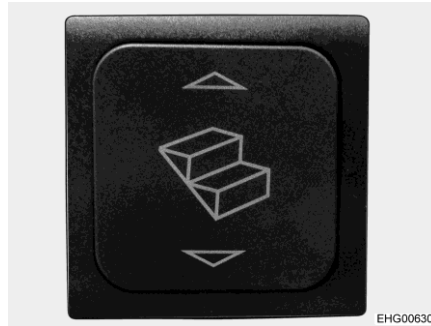

Fig. 3 Interruttore a bilico scalino di ingresso
- Premere in basso l'interruttore a bilico (Fig. 3) fino a che lo scalino di ingresso è stato completamente estratto.
- Premere in alto l'interruttore a bilico (Fig. 3) fino a che lo scalino di ingresso è completamente inserito.